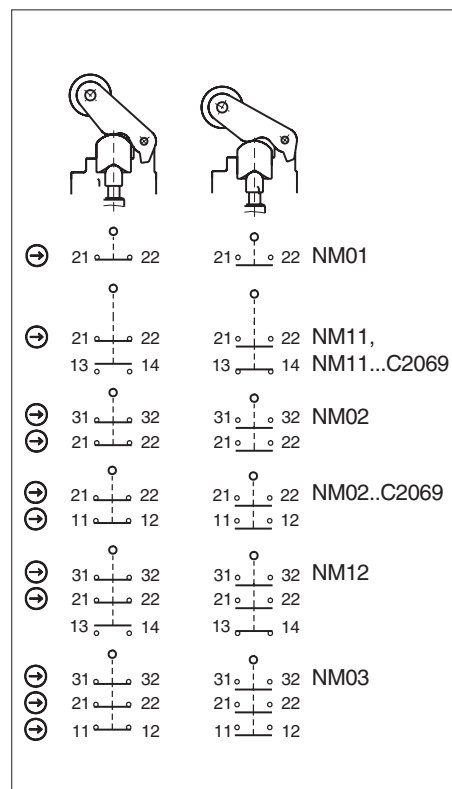

Fig. 3: Elementos interruptores y funciones de conmutación
Debe usarse como mínimo un contacto →. Este señala la posición del resguardo (para la asignación de contactos, consulte la Fig. 3).
3. Apriete las conexiones y los bornes con 0,5 Nm (para la asignación de contactos, consulte la Fig. 3).